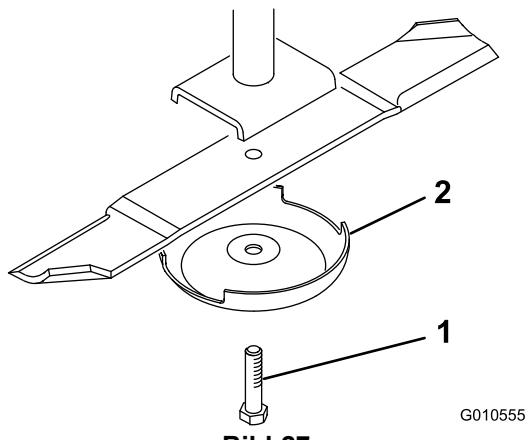

Bild 27
- Halten Sie das Ende des Messers mit einem stark wattierten Handschuh oder wickeln Sie einen Lappen um es herum. Entfernen Sie die Messerschraube, die Antiskalpierschale und das Messer von der Spindelwelle (Bild 27).